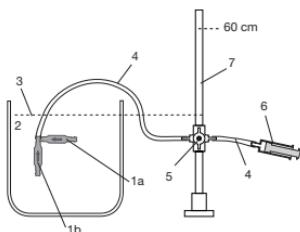

Abb. 7: Testapparatur
- Manometer und Wasserbad so aufstellen, dass sich der Nullpunkt des Manometers und der Flüssigkeitsspiegel des Wasserbades auf gleicher Höhe befinden (siehe Abb. 7).
- Spritze, Manometer und Silikonenschlauch wie in Abb. 7 dargestellt, miteinander verbinden. Gegebenenfalls Schlauchadapter verwenden.